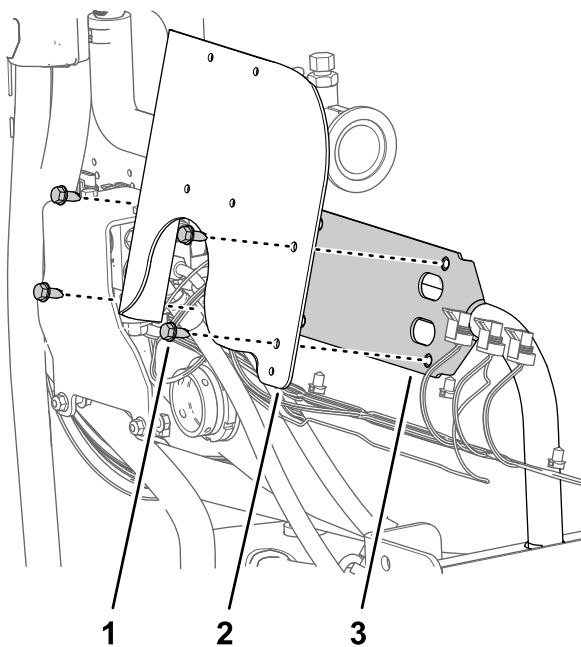

Figura 74
1. Allineate i fori nella staffa del flussometro con i fori nel supporto della valvola (Figura 74).